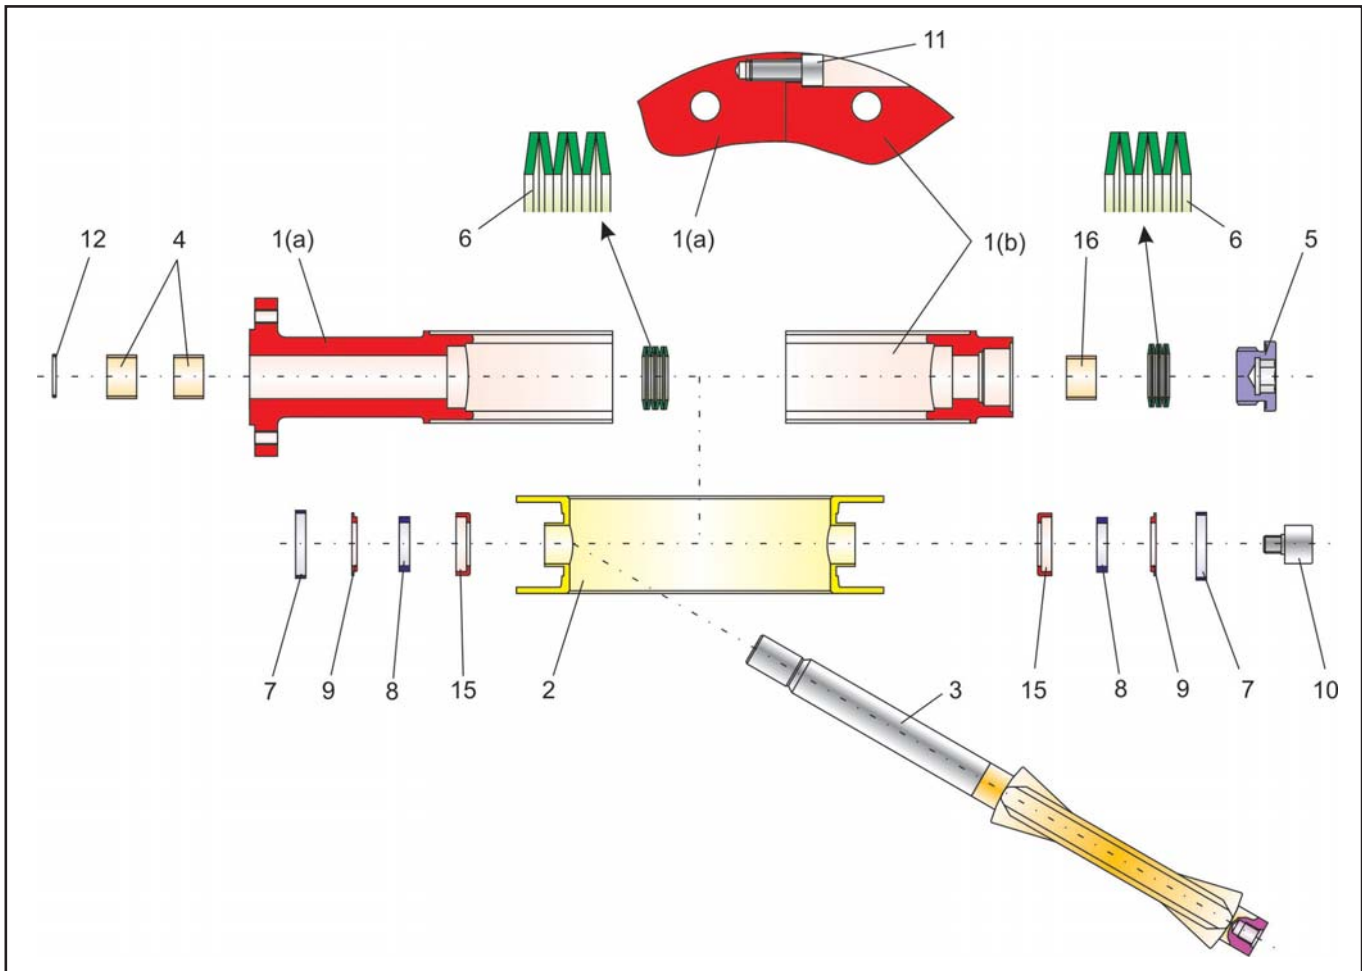

Bild 3 - Explosionszeichnung der Regelklappe BR 10e
Hinweis: Die in der Explosionszeichnung (Bild 3) dargestellte Lage und Anordnung der Einzelteile ist bei der Montage einzuhalten.
Der Tellerfedernsatz (6), bestehend aus 6 Tellerfedern, wird in die entsprechende Stelle der Gehäusehälfte (1b) eingelegt. Die Anordnung der Tellerfedern sind der Explosionszeichnung (Bild 3) zu entnehmen.
Der Tellerfedernsatz (6), bestehend aus 6 Tellerfedern, wird in die entsprechende Stelle der Gehäusehälfte (1a) eingelegt. Die Anordnung der Tellerfedern sind der Explosionszeichnung (Bild 3) zu entnehmen.